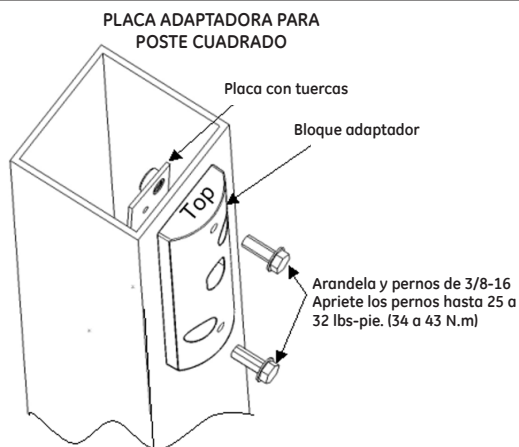

FIGURA 6
- Con el extremo del bloque adaptador orientado apropiadamente, monte el bloque adaptador al poste con la placa-tuerca y los pernos de 3/8-16 y la arandela suministrados, según se muestra. Apriete los pernos de 3/8-16 hasta 25 a 32 lbs-pie (34 a 43 N.m) (Vea la Figura 6)